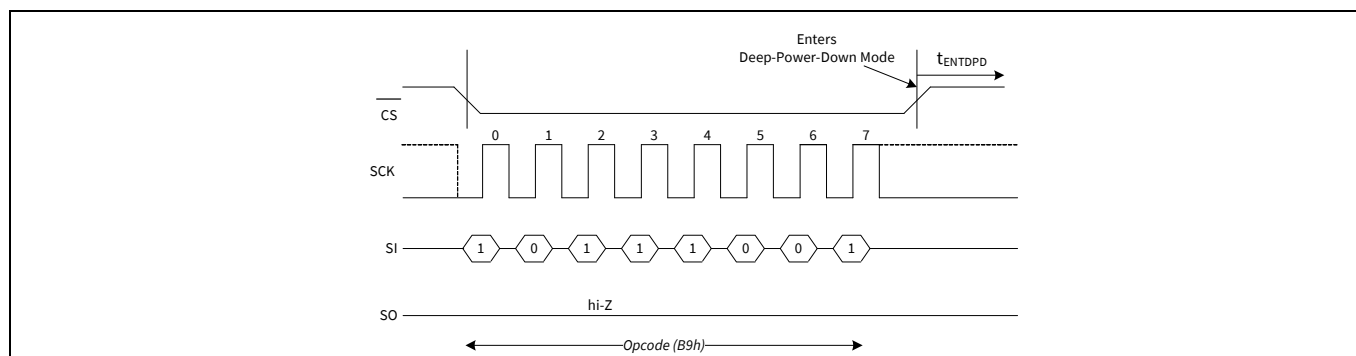
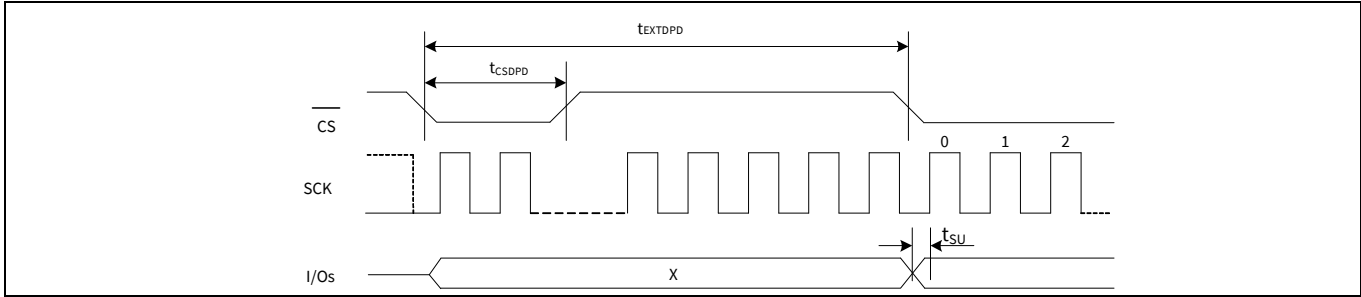

Figure 100 DPD への移行 - SPI モード
Figure 103 DPD の終了 - SPI モード
t_{CSDPD} の \overline{CS} パルス幅またはハードウェア リセットは t_{EXTDPD} 時間後に DPD モードを終了します。 \overline{CS} パルス幅は、ダミー コマンドを送信するか、または SCK と I/O がドント ケアになっている間に \overline{CS} のみを トグルすることによって生成できます。ディープ パワーダウン モードからの復帰中は、I/O は Hi-Z 状態のままです。DPD の開始と終了タイミングについては、それぞれ **Figure 100** と **Figure 103** を参照してください。
- **Figure 100** に示されているタイミング詳細は、DPI および QPI モードでそのまま適用できます。